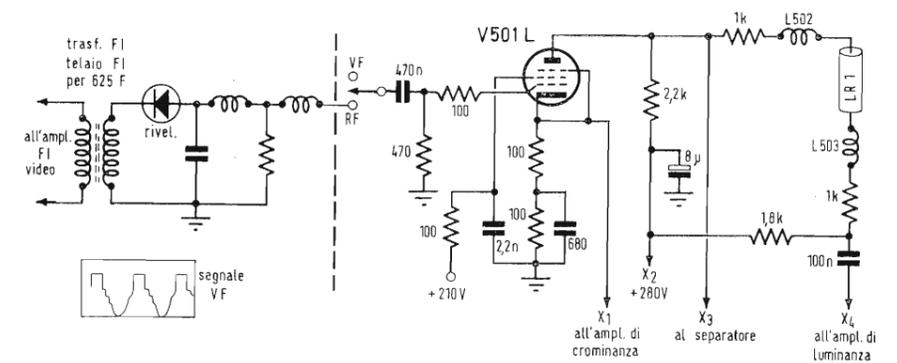
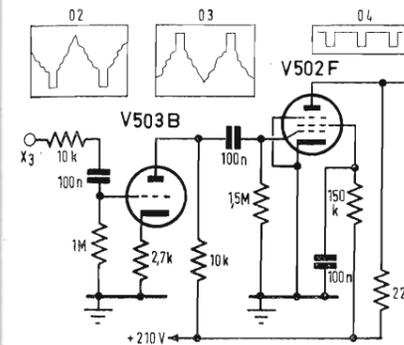

Fig. 9 - Schema elettrico dello stadio « distributore (a) » a videofrequenza.
Fig. 10 - Circuito separatore (d).
Lo schema di questo stadio a pentodo è dato in fig. 9, in cui è pure rappresentato il rivelatore video, che segue l'amplificatore FI video a modulazione di ampiezza. Il diodo rivelatore è orientato con l'anodo verso l'uscita, il che permette di ottenere un segnale VF coi segnali di sincronizzazione orizzontale positivi e con la modulazione VF nega-
Il segnale VF è trasmesso dal commutatore I a due posizioni (possibilità di entrata video), attraverso al condensatore 0,47 µF e alla resistenza 100 Ω, alla griglia del tubo amplificatore V501, una sezione di un doppio pentodo EFL200 (v. fig. 9). Questo tubo V501 amplifica il segnale VF completo contenente le informazioni di luminanza, di sincronizzazione e di crominanza. Il suo circuito è in tutto uguale a quello di uno stadio amplificatore a videofrequenza (VF), ma vi si trovano dispositivi particolari della TVC: le tre uscite di segnale VF. La polarizzazione è formata dalle due resistenze 100 Ω di catodo, una delle quali non è disaccoppiata e costituisce un carico sul quale si localizza un segnale VF completo, che viene poi utilizzato per il canale di crominanza, al punto X1. Il segnale di questo catodo, ottenuto considerando V501 come circuito con « placca comune », è di ampiezza minore a quello di entrata ed in fase con esso. La tensione punta-punta del segnale VF sulla griglia è di circa 4 V e leggermente inferiore sul catodo, che è polarizzato a + 3,5 V rispetto alla massa. La griglia soppressore (3) è collegata al catodo. La griglia schermo (2) è polarizzata e disaccoppiata normalmente ed alimentata prendendo la tensione iniziale dal punto + 210 V.
Lo schema elettrico di questa parte è dato in fig. 10. Il punto X3 di fig. 9 rappresenta la connessione con l'uscita del segnale VF completo del circuito « distributore ».
Il segnale al punto X3 ha la forma indicata con 02 in fig. 10, con impulsi negativi orizzontali. Esso viene trasmesso, attraverso la rete 10 kΩ, 0,1 µF, 1 MΩ, alla griglia del triodo V503B, sezione di un doppio triodo ECC82.
Ritorniamo al punto X4 di fig. 9. Questo punto è collegato alla griglia del primo amplificatore VF di luminanza costituito dal triodo V503A, una sezione di un doppio triodo ECC82; l'altra sezione è utilizzata nel circuito separatore. Il tubo V503A è montato con ano-
Considerando i tubi V501L (fig. 9), V503A e V502L (fig. 11) si vede che i segnali di luminanza sono negativi sulla griglia di V501L, positivi al punto X4, pure positivi sulla griglia di V502L (poichè V503A non inverte la fase) e, infine, negativi sulla placca di V502L e sui catodi del cinescopio, ed è proprio